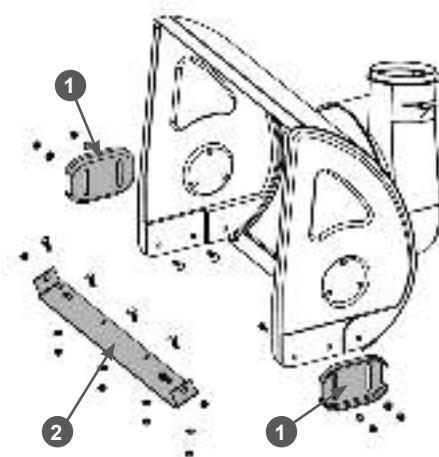

Рис. 46 Обслуживание кожуха шнеков
- Открутите гайки, извлеките болты крепления полозков 1 (Рис. 46) и снимите полозки с кожуха шнеков.
- Переверните полозки на 180 градусов или установите новые полозки и закрепите их четырьмя болтами и гайками (Рис. 46). Перед окончательной затяжкой гаек отрегулируйте высоту забора снега.
Для наглядности на Рис. 46 кожух шнеков показан без шнеков, редуктора и валов.
- Открутите гайки, извлеките болты крепления и снимите нижнюю накладку 2 с кожуха шнеков (Рис. 46).
- Установите новую нижнюю накладку и закрепите ее болтами и гайками (Рис. 46).